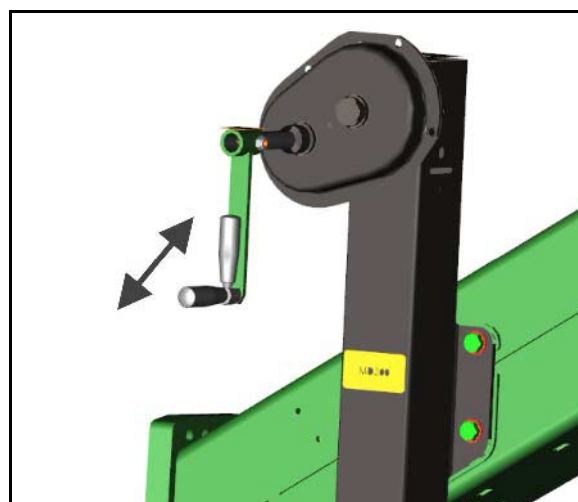

Fig. 59
La création de voies de jalonnage est représentée sur la figure (Fig. 59) à l'aide de quelques exemples :
1. Recherchez dans le tableau suivant (Fig. 59) :
La figure (Fig. 59) présente, entre autres, des exemples de création de voies de jalonnage avec une cadence de 4, 6 et 8.
La figure (Fig. 59) présente, entre autres, des exemples de création de voies de jalonnage avec une cadence de 2 et 6 plus.